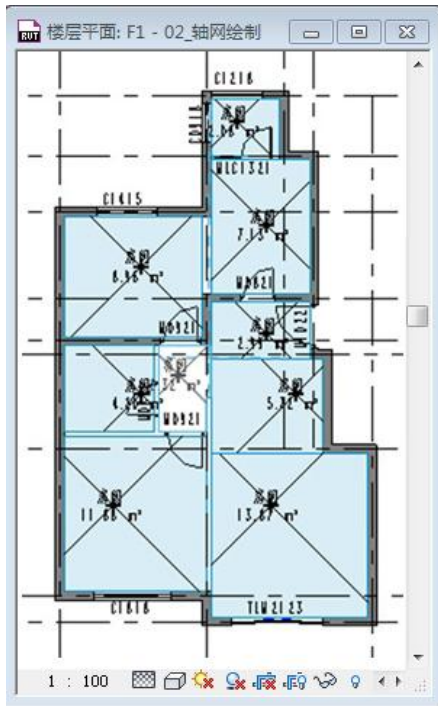

图 2-27
- 4) 单击“常用选项卡”>“房间和面积”面板>“房间”工具，光标移动到绘图区域为房间分隔线新划分的房间添加房间及房间标记（如图 2-27 所示）。同样的方法光标依次在闭合房间内打击为所有房间添加房间和房间标记。